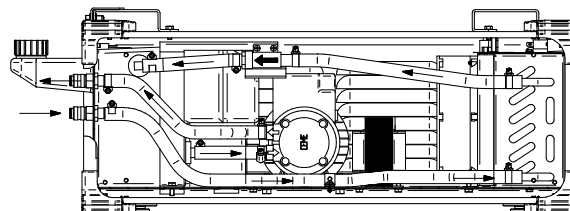

Bild 6.
- Koppla in kylslangarna på kylarens inlopp [5] och utlopp [4] (bild 6).
- Anslut vattenkylarslangarna – bild 6.